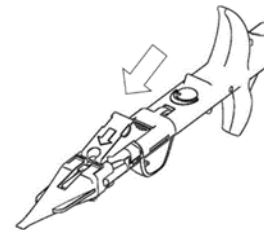

Fig. 3
6. Empurre a rolha vermelha para a frente at  fazer "click", para segurar o bocal do cartucho e ao mesmo tempo soltar --- , como demonstrado na Fig. 3. Evite empurrar prematuramente o  mbolo, que se pode mover livremente ap s esta ac  o.